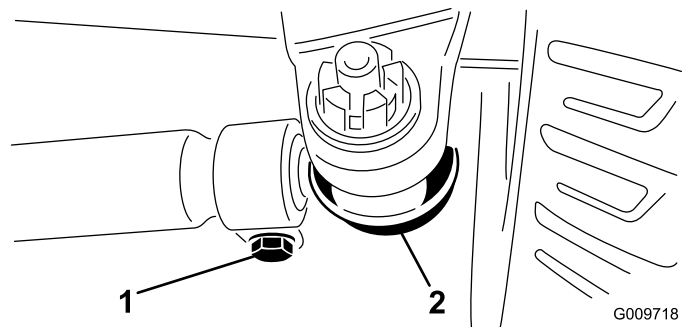

Figura 75
2. Per regolare, togliete la coppiglia e il dado da uno dei giunti a sfera del tirante (Figura 75). Togliete il giunto a sfera del tirante dal supporto della scatola del ponte.
3. Allentate i fermi su entrambe le estremità dei tiranti (Figura 75).
4. Girate di un (1) giro completo, verso l'interno o l'esterno, il giunto a sfera rimosso. Serrate la ghiera dal lato allentato del tirante.
5. Girate l'intero gruppo del tirante nello stesso verso (interno o esterno), di un (1) giro completo. Serrate la ghiera dal lato collegato del tirante.